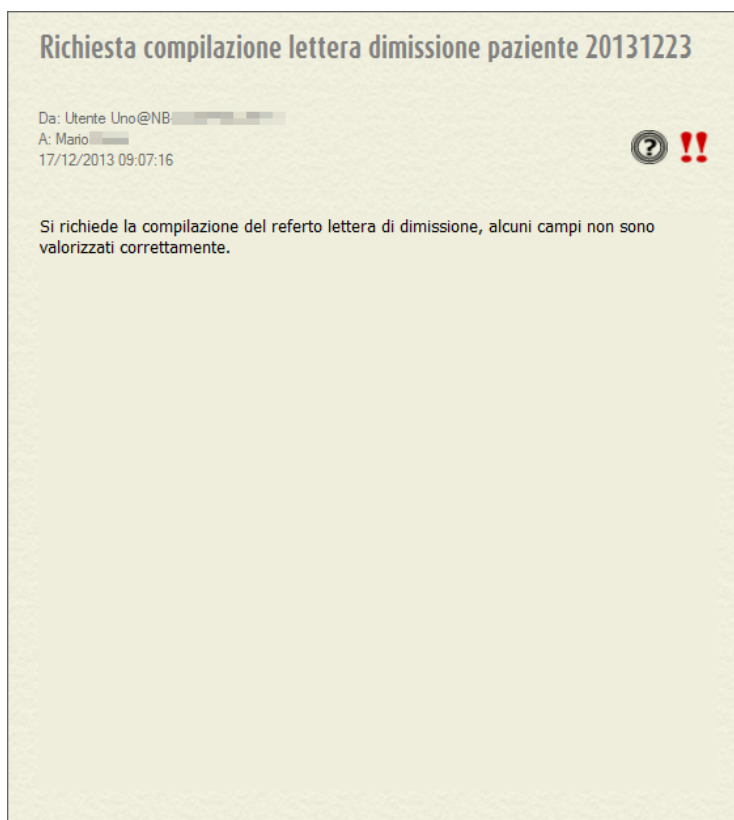
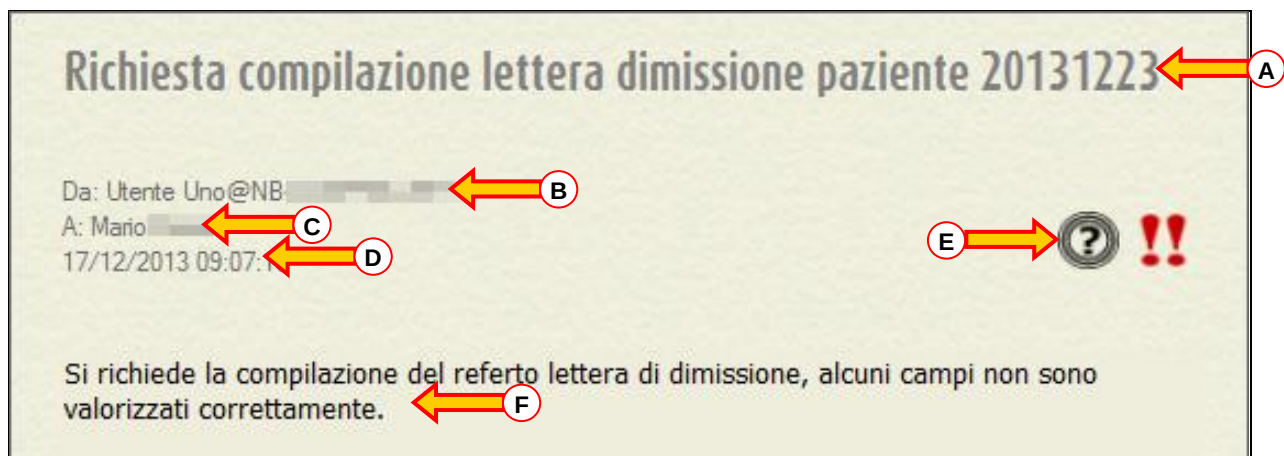

Fig 63
Fig 64
Il messaggio selezionato è mostrato per intero nella parte destra della schermata (Fig 63).
Il riquadro apparirà evidenziato. Il messaggio sarà mostrato a destra per intero (si veda l'esempio mostrato in Fig 63 e ingrandito in Fig 64).
- 1) Il titolo (subject) del messaggio (Fig 64 **A**).
- 2) Chi ha spedito il messaggio e da quale host (campo “from” - Fig 64 **B**)
- 3) Il destinatario (campo “to” - Fig 64 **C**)
- 4) La data e l’ora di ricezione (Fig 64 **D**)
- 5) Le caratteristiche del messaggio, indicate dalle icone sulla destra. Nel casomostrato in figura si tratta di un messaggio con priorità molto alta per il quale è stata richiesta conferma di lettura da parte di almeno uno dei destinatari (Fig 64 **E** – si veda il paragrafo 8.4 per la spiegazione delle icone).
- 6) Il testo del messaggio (Fig 64 **F**).